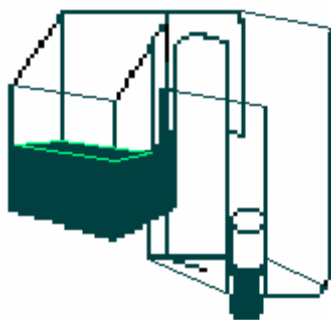

Fig.2
4. Fijar la unidad en una posición adecuada en el acuario y dejar que el agua rellene la cámara (Fig.2). Con el botón situado en el regulador del tirador se puede ajustar la unidad, de manera que quede en paralelo al tanque.